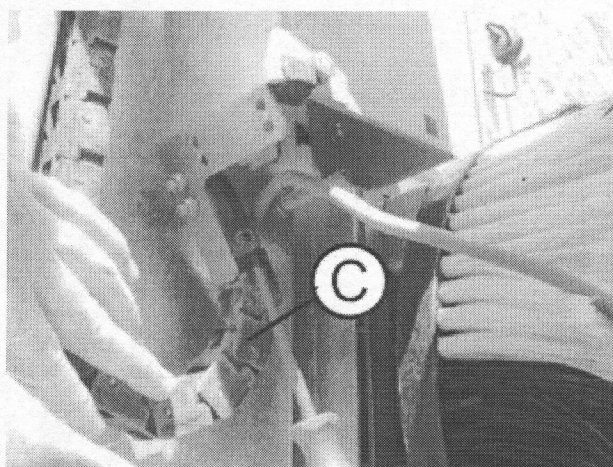

Fig. 041
6. Loosen energy chain (C) (Fig. 041).